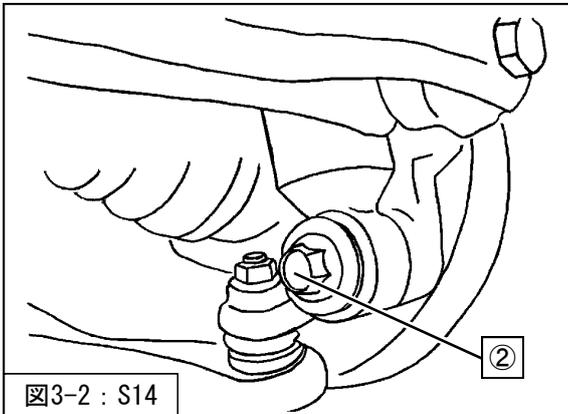
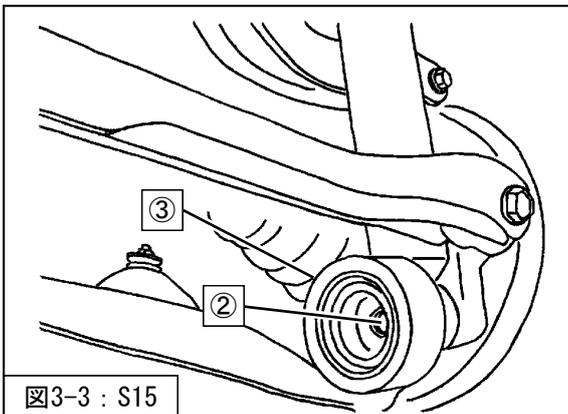

図3-2 : S14
図3-3 : S15
3. ②リアサスペンションASSYロア取付ボルトを取外してください。(図3-2・図3-3)
4. ダイナミックダンパー装着車は③ダイナミックダンパーを取外してください。(図3-3)